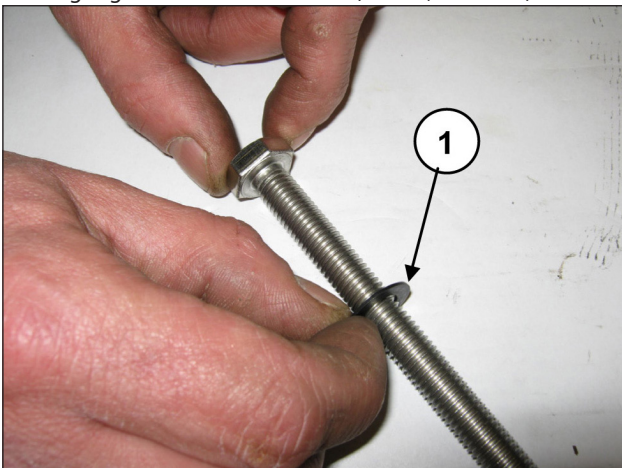

Abb. 183
Schieben Sie die Unterlegscheibe $\varnothing 10 \times 18 \times 0,9$ auf die Befestigungsschraube des Kolbens (Pos. ①, Abb. 183).